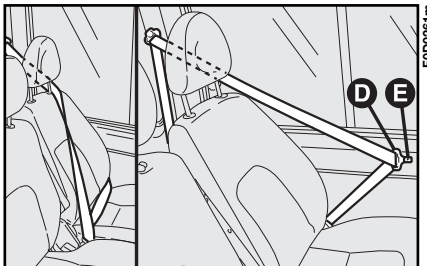

Abb. 11
Der Rücksitz ist mit Dreipunkt-Trägheits-Sicherheitsgurten mit Aufroller für die seitlichen und mittleren Sitzplätze ausgestattet **Abb. 11**.
- **Abb. 11** seitlicher linker Sitzplatz in der ersten Reihe